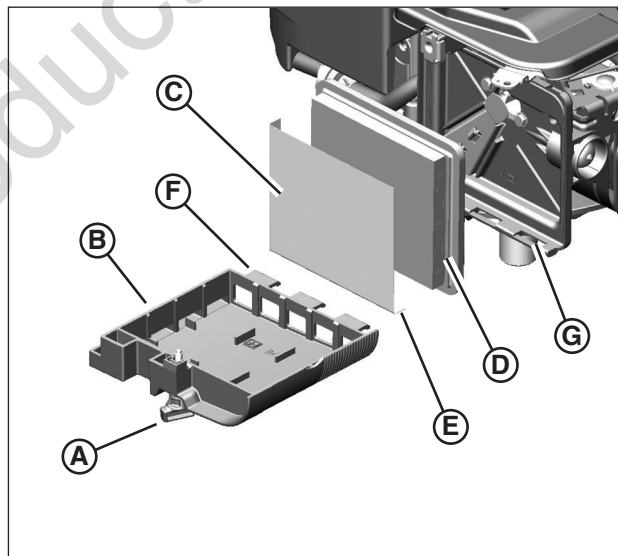

Figure 14: Filtre à air et dépoussiéreur
1. Desserrer l'attache (**A**, **Figure 14**) retenant le couvercle (**B**).